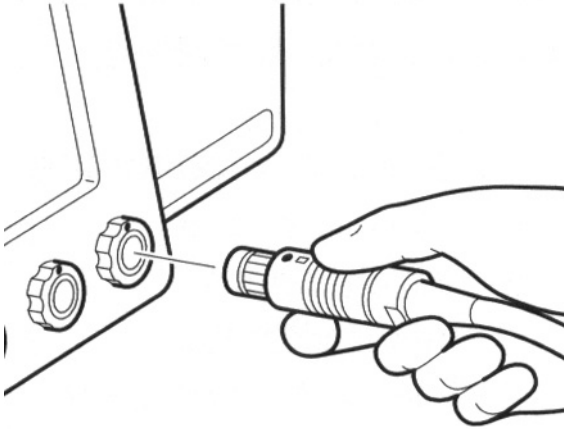

Figura 2: Conexión de la pieza de mano a la consola del rasurador
2. Presione suavemente el conector del cable para introducirlo en el puerto. Se fijará en posición (véase la figura 2). (Para desconectar el cable, sujételo por su conector y tire de la abrazadera del conector.)